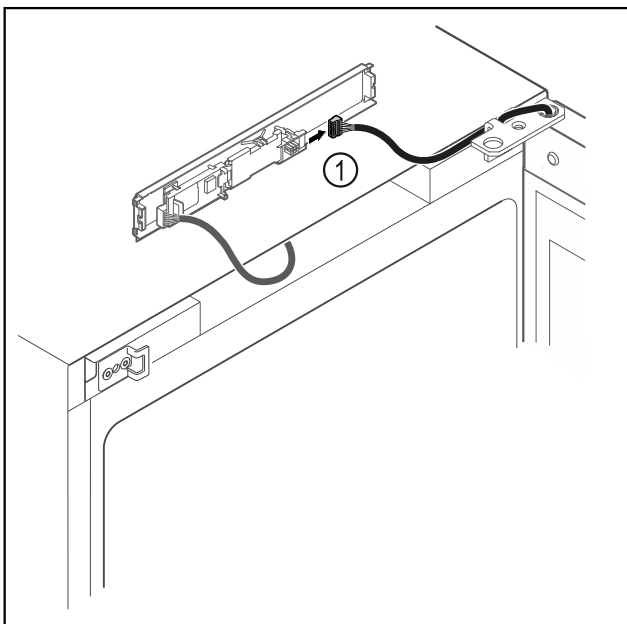

Fig. 14
- ▶ Odpojte zástrčku Fig. 14 (1) z dosky plošných spojov.